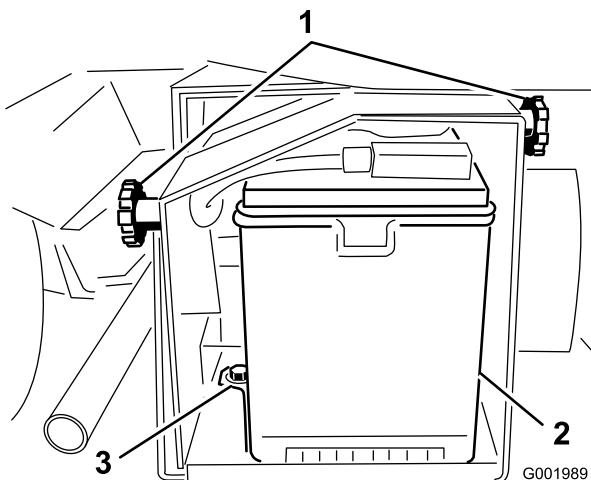

Bild 55
2. Lösen Sie die Handräder an beiden Seiten des Batteriekastens und nehmen Sie die Batterieabdeckung ab (Bild 55).
5. Nehmen Sie die Batteriehalterungen und -befestigungen ab (Bild 55).
2. Setzen Sie die Batteriehalterung auf und befestigen Sie sie mit den drei vorher entfernten Befestigungen (Bild 55).
4. Setzen Sie die Batterieabdeckung auf und befestigen Sie sie mit den zwei Handrädern (Bild 55).
1. Lösen Sie die Handräder an beiden Seiten des Batteriekastens und nehmen Sie die Batterieabdeckung ab (Bild 55).